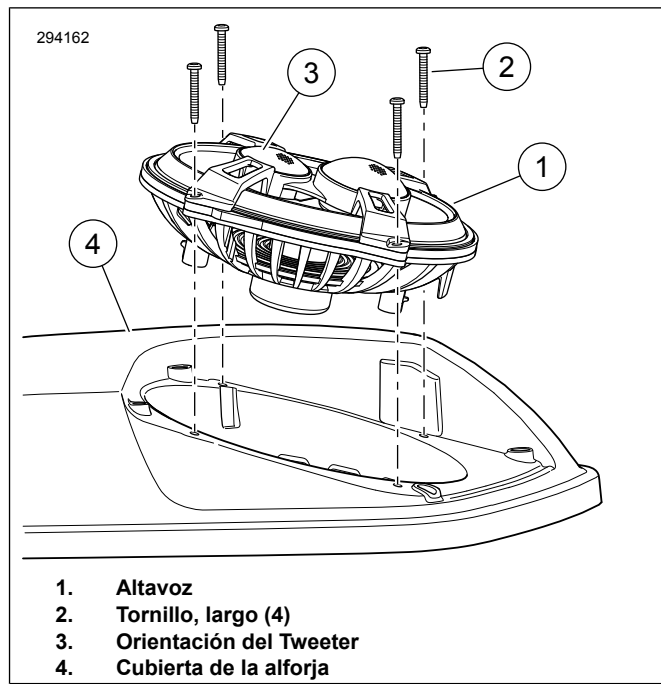

Figura 3. Orientación del altavoz
7. Consulte la Figura 3. Quite los tornillos (2). Los tornillos se usan para asegurar el altavoz a la tapa de la alforja.
8. Quite el altavoz (1).